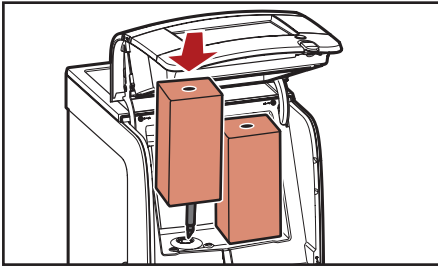

Fig. 4.1 - Placér produktpakke
4. Indsæt produktpakken (fig. 4.1).